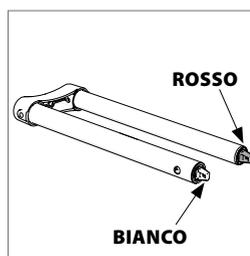

Fig. 1b
- I cursori per il carrello (fig. 1b).